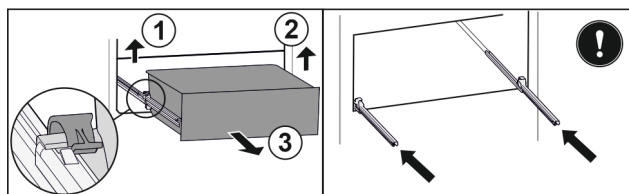

Fig. 171
- Zvedněte levou svorku a současně vytáhněte zásuvku vlevo dopředu. Fig. 171 (1)
- Zvedněte pravou svorku a současně vytáhněte zásuvku vpravo dopředu. Fig. 171 (2)
- Vyjměte zásuvku dopředu. Fig. 171 (3)